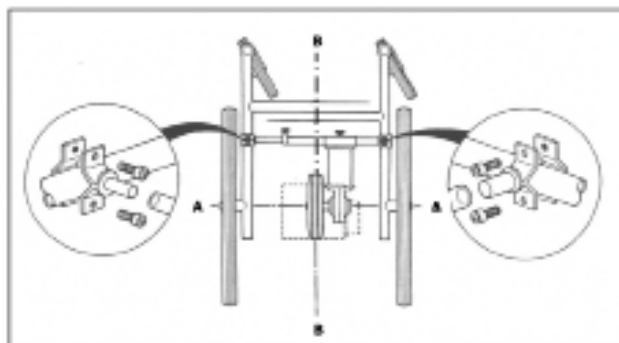
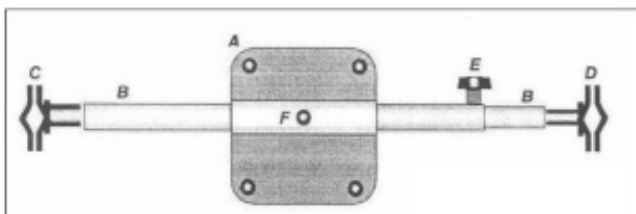

Fig. 1 Diagram over placering af powerpack og beslag
Fig. 2 Samling af tværstang (set forfra)
3. Ideelt set skal Powerpack placeres, så midten af drivhjulene er omtrent på linje med midten af kørestolens baghjul, fig. 1 A-A (modeller med et og to hjul). På nogle kørestole er dette ikke muligt, så det kan være nødvendigt at placere den længere bagud, men vær opmærksom på, at jo længere bagud den monteres, jo større er risikoen for, at den forårsager ubehag for ledsageren, når han/hun går. Monter den så langt fremme som muligt, men aldrig foran kørestolens baghjul. Drivhjulet (eller hjulene, hvis det er en Duo) skal altid være indstillet til at køre i midten af kørestolen (fig. 1 B-B). På modeller med to hjul skal hvert hjul have samme distance til kørestolens midterlinje (fig. 1 B-B).
4. Tag de to monteringsbeslag, og du vil se, at det ene har en aksel med større diameter end det andet (Fig. 2 C & D). Monter det højre monteringsbeslag med den største diameter i bunden af kørestolens ramme på højre side, set bagfra. Monter det venstre beslag med mindre diameter i en tilsvarende position på venstre side af stolen. Fig. 1 viser den omtrentlige placering af monteringsbeslagene på stolen (set ovenfra). Stram ikke på dette tidspunkt.